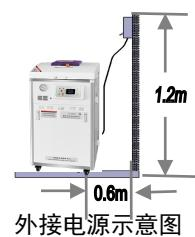

图2
6.3 灭菌器安装位置四周应留有足够的空间便于操作维修，使用者必须在灭菌器距离建筑物0.6米，高度>1.2米（图2）便于操作的位置装置断路器作为设备电源的断开装置（断路器电流必须>32A带漏电保护并标识有“灭菌器专用”字样）。